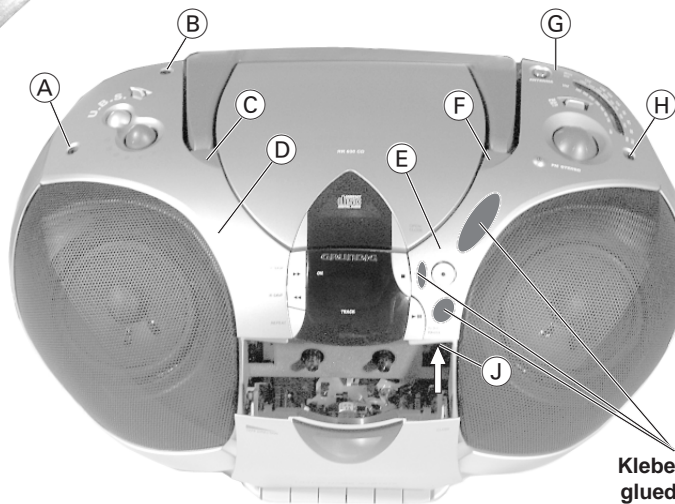

Fig. 1
- Deckel (F) abnehmen und darunter liegende Schraube entfernen (Fig. 1).
- Schraube (H) und (B) herausdrehen (Fig. 1).
- Abdeckung (E) (Fig. 1) abnehmen:
- Remove cover (F) and undo the screw below it (Fig. 1).
- Undo screw (H) and (B) (Fig. 1).
- Remove cover (E) (Fig. 1):
- Schraube **B** herausdrehen (Fig. 1).
- Undo screw **B** (Fig. 1).
- Deckel **C** und **F** abnehmen und darunter liegende Schrauben herausdrehen (Fig. 1).
- Schraube **A** und **H** herausdrehen (Fig. 1).
- Abdeckungen **D** / **D** (Fig. 1 / 14) und **E** / **E** (Fig. 1 / 13) an den Punkten **d** und **e** abhebeln.
- Remove covers **C** and **F** and undo the screws below them (Fig. 1).
- Undo screws **A** and **H** (Fig. 1).
- Lever off the covers **D** / **D** (Fig. 1 / 14) and **E** / **E** (Fig. 1 / 13) at points **d** and **e**.
- Deckel © abnehmen und darunter liegende Schraube entfernen (Fig. 1).
- Schraube A und B herausdrehen (Fig. 1).
- Abdeckung D (Fig. 1) lösen genauso wie unter Pkt. 1 Teil E.
- Remove cover © and undo the screw below it (Fig. 1).
- Undo screw A and B (Fig. 1).
- Remove cover D (Fig. 1) like cover E as described under point 1.